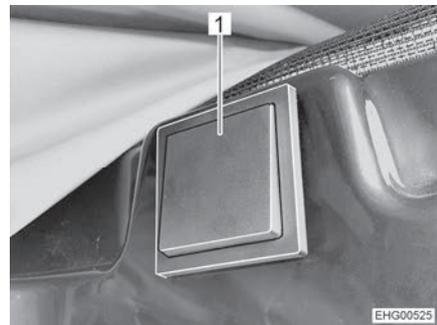

Fig. 46 Touche pour le déverrouillage électrique
La touche de déverrouillage électrique (Fig. 46) est placée du côté droit dans la zone au-dessus de la porte coulissante.
- Appuyer pendant au moins 2 secondes sur la touche (Fig. 46,1).